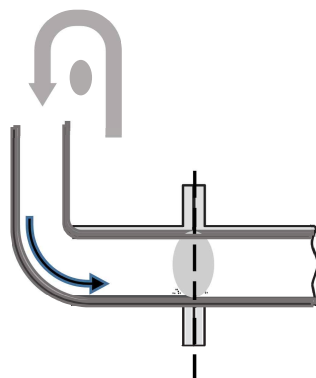

Figure 8. 설치방향 3.
- 배관의 원심형 펌프 구간에 설치할 경우, 펌프 축과 밸브 축이 수직이 되도록 설치합니다. (Figure 8. 참조)